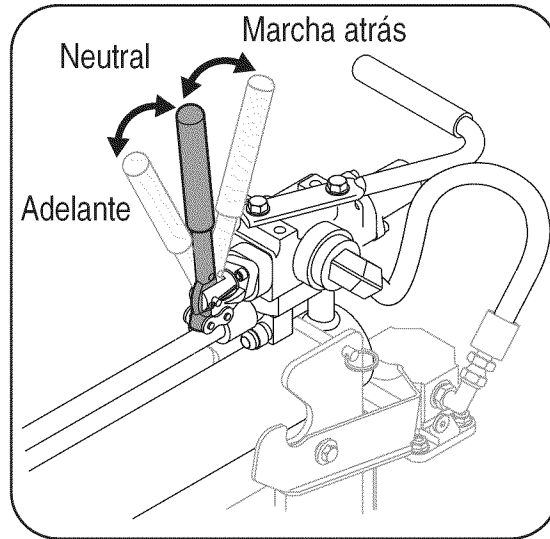

Figura 4-5
4. Avance el control de válvula hidráulico hasta el tronco de toques de carnero. Libere el control de válvula hidráulico a la posición NEUTRA para parar el movimiento de carnero. Vea la Figura 4-5.